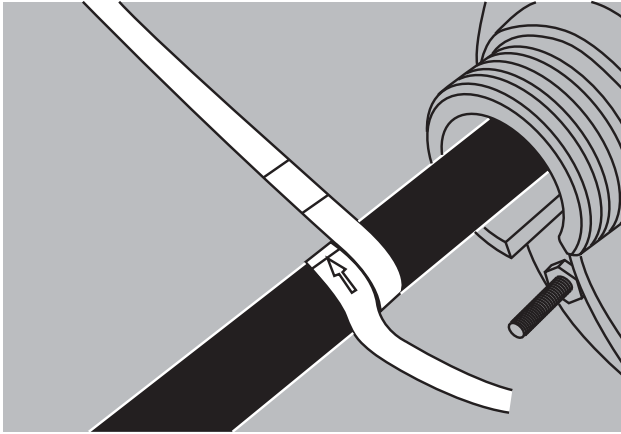

FIGURA 5
5. Mida la circunferencia de cada cable expreso ó de acometida con la cinta de medir para determinar el tipo de tapón requerido para completar el proceso de sellado. (Figura 5).